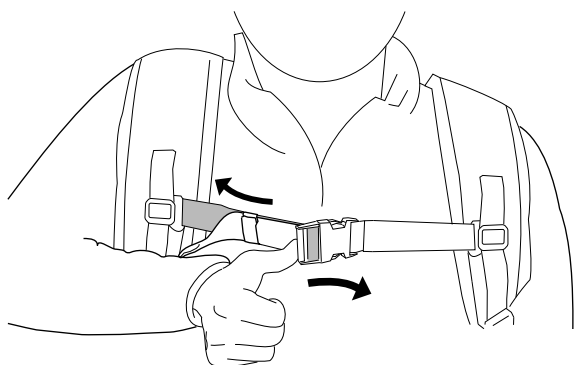

Figura 15
8. Se a correia do esterno estiver demasiado apertada, empurre lateralmente o ajustador para alongar as correias (Figura 15).